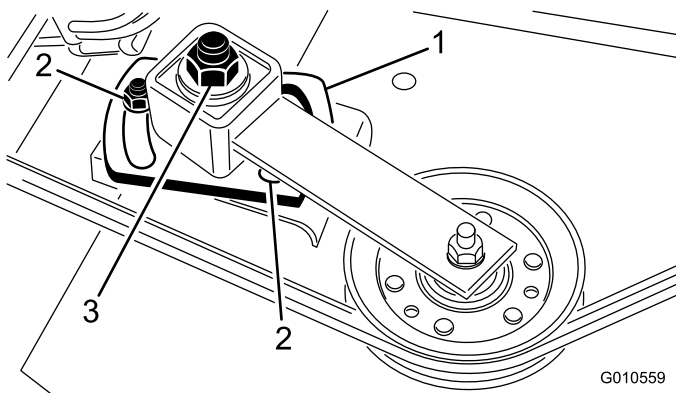

Bild 28
4. Lösen Sie die zwei Muttern, mit denen die Spannscheibe befestigt ist. Ziehen Sie die Einstellmutter der Spannscheibe mit einem Sechskantschlüssel oder Drehmomentschlüssel auf 24-41 N-m) an (Bild 28).